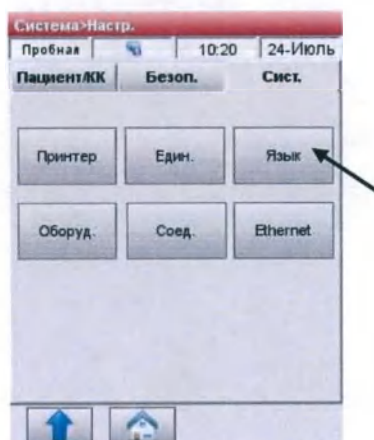

Рис.3-79 Выберите язык
2. В меню **<Система Настройки>** нажмите **<Система>** и затем **<Язык>** (Рис.3-79).